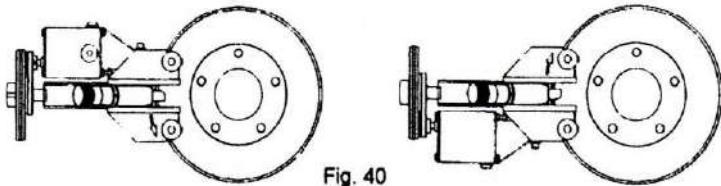

Fig. 40
2. При необходимости переверните BL-718 на 180^0 , при этом подача питания окажется снизу, рис. 40.